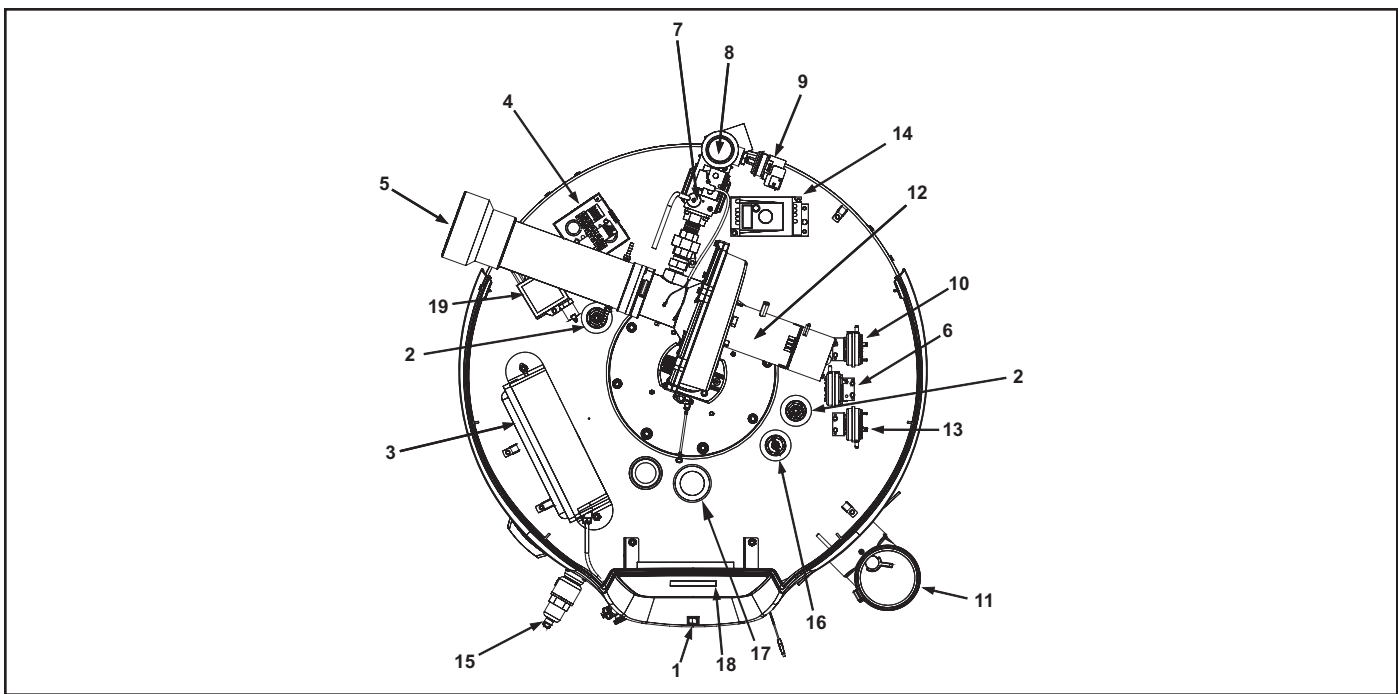

Figure 3
2. Armoire CCB - voir la Figure 3 à la page 8 pour description.
6. Interrupteur de basse pression de gaz, voir la description sous la Figure 3 à la page 8. Voir la Table 4 et les Exigences de pression de gaz à la page 10.
9. Entraînement de moteur de ventilateur VFD (variable frequency drive/mécanisme d'entraînement à fréquence variable) - voir la Figure 3 à la page 8 pour description.